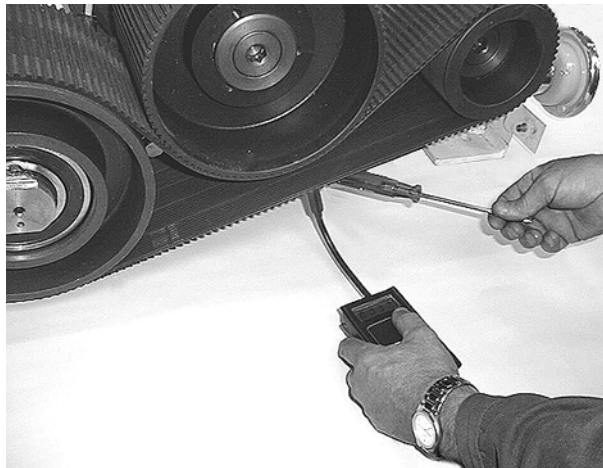

Fig. 7.1
13. Den Messfühler in der Mitte des langen Losestrangs nahe an den zu messenden Riemen halten, so dass der Messfühler den Riemen nicht berührt (siehe Fig. 7.1, 32).
16. Sechskantschraube mit 550 Nm (1) festziehen.